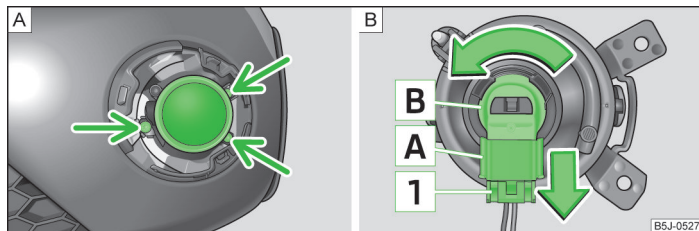

Fig. 159 Paraurti anteriore: Fendinebbia / Fendinebbia: sostituzione della lampadina
- Con un cacciavite, » pagina 179, *Attrezzatura di bordo* svitare le viti » fig. 159 - **A**.
- Premere la leva **1** » fig. 159 della spina **A** ed estrarre la spina dall'alloggiamento **B**.